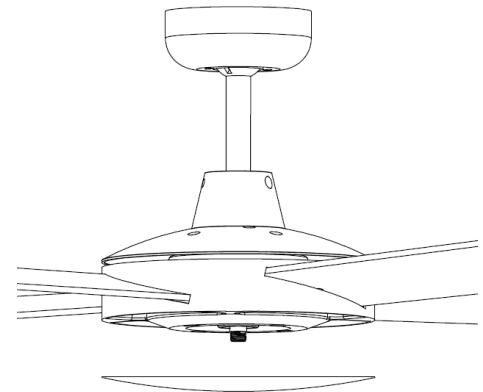

Fig. 7
5. Vuelva a poner la cubierta girándola en sentido horario. Fig. 7